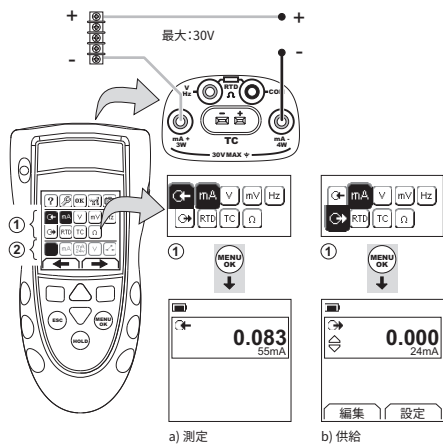
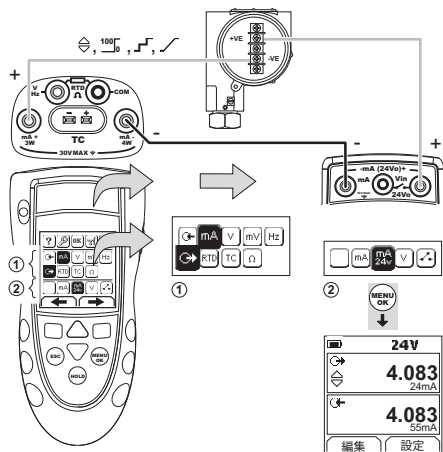
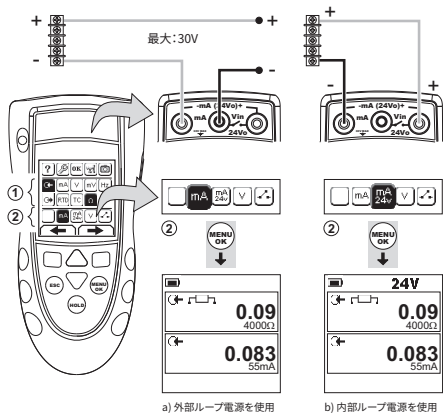

図 1: 構成例 - 外部ループ電源を使用して mA を測定 / 供給 (エリア ①)
図 2: 構成例 - 内部ループ電源を使用して mA を供給 (エリア ①)
図 3: 構成例 - mA の測定 (二重機能、エリア ②)
- 本計器を接続し (図 1、図 2 または 図 3)、必要に応じてセットアップ (表 1) を調整します。